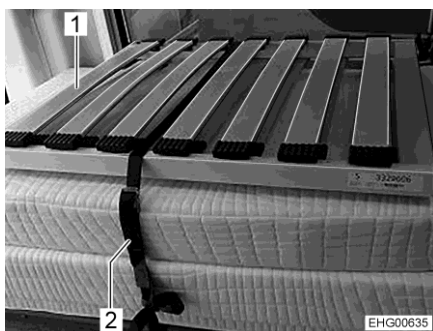

Bild 37 Bakre säng (transportläge)
- Lossa säkerhetsremmen (Bild 37,2).
- Lägg sängbotten (Bild 37,1) efter varandra över mittgången (på listerna på underskåpet).
- Stapla dynorna och sängbotten som visas i Bild 37 i det vänstra underskåpet.
- Säkra dynorna och sängbotten med säkerhetsremmar (Bild 37,2). För att göra detta, dra säkerhetsremmen genom de medföljande öglorna och ögla det runt dynan och sängbotten.